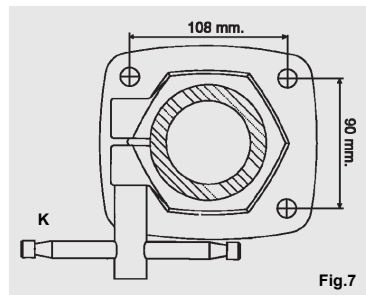

Fig.7
For så vidt angår interaksen mellem hullerne i prøvebænken, skal De være opmærksom på Fig. 7.
Sørg for at blokeringshåndtaget (M) til den lodrette søjle på soklen er strammet korrekt (se Fig. 7).